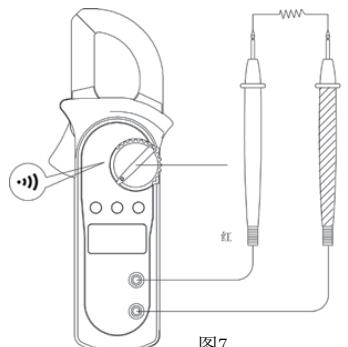

图7
5. 导通检测 ($\cdot\cdot\cdot$) (图7)